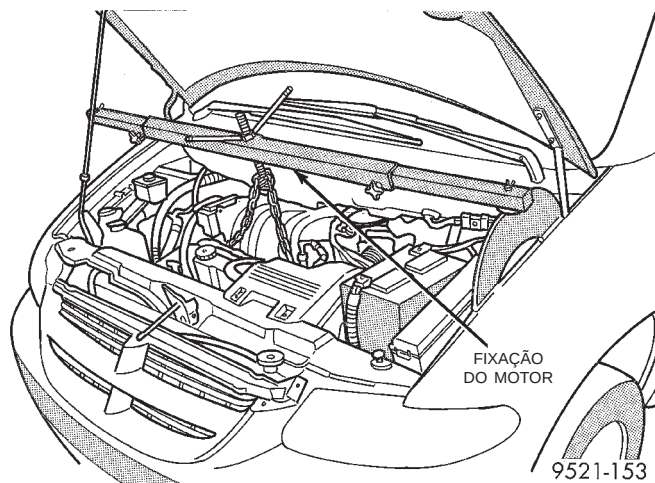

Fig. 5 Suporte de Fixação do Motor
(4) Desconecte o conector da embreagem do conversor de torque, localizado perto da vareta de medição. Desconecte o interruptor de posição da marcha.
(5) Remova o tubo da vareta de medição da transmissão.
(6) Remova as linhas e o plugue do resfriador da transmissão.
(7) Instale o suporte de fixação do motor (Fig. 5).